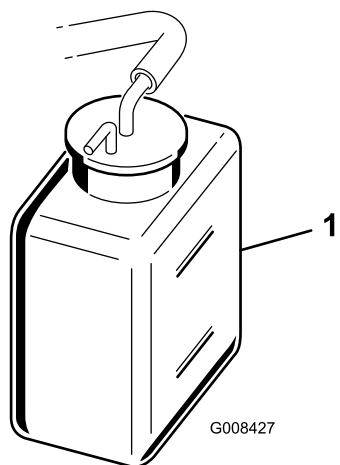

Figura 31
2. Compruebe el nivel de refrigerante (Figura 31). Con el motor frío, el nivel del refrigerante debe estar entre las rayas del depósito de reserva.